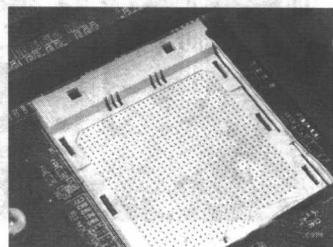

图 1-5 Socket 939 插座
(4) Socket 939 插座：它是 AMD 公司 2004 年 6 月推出的 64 位桌面平台接口标准。它采用的是针脚式接口方式，针脚数为 939 针。目前采用此接口的有高端的 Athlon 64 以及 Athlon 64 FX，支持 Socket 939 处理器的主板只需要 4 层 PCB，使用普通 DDR 内存。如图 1-5 所示就是 Socket 939 结构的 CPU 插座。